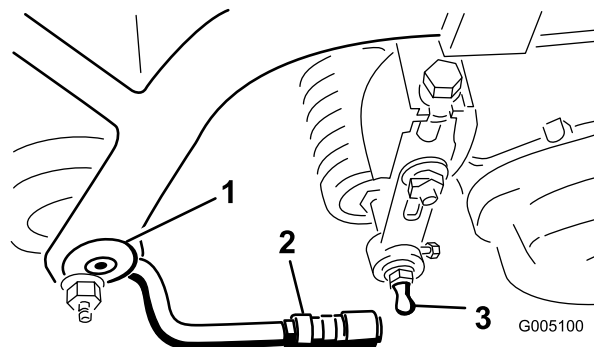

Figura 8
2. Monte una arandela y un espárrago con bola en cada extremo del rodillo delantero de las unidades de corte (Figura 8).
4. Tire hacia atrás del manguito que cubre la junta de rótula, y gire hacia abajo el brazo de tiro hasta que la rótula encaje sobre la bola del espárrago. Suelte el manguito para que pueda deslizarse sobre el espárrago, afianzando el conjunto (Figura 8).